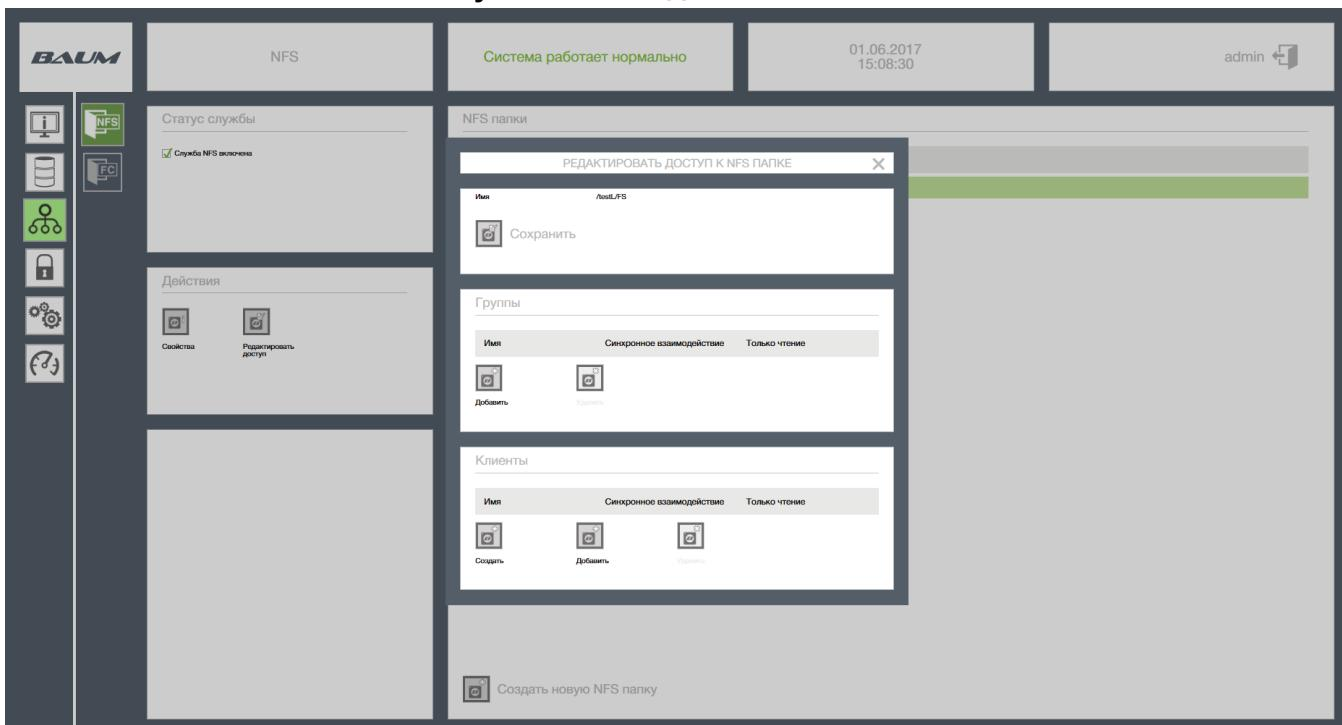

Рисунок 48 - Редактирование доступа к NFS папке
- 11) Нажать на кнопку «Редактировать доступ» в окне «Действия» (см. Рисунок 48)